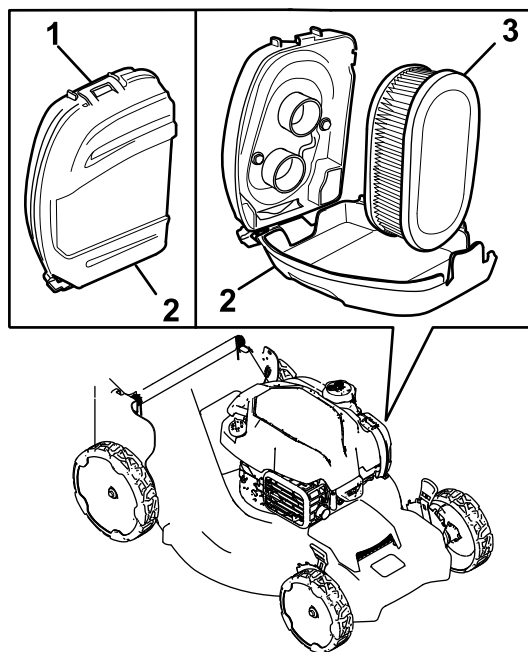

Figura 23
1. Desencaixe a parte superior da cobertura do filtro de ar (Figura 23).
2. Retire o filtro de ar (Figura 23).